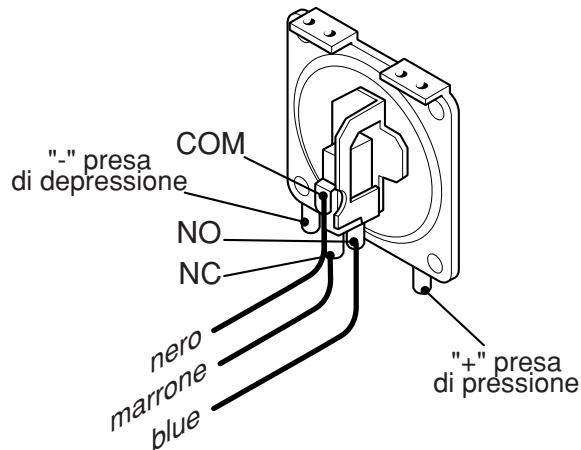

fig. 2
- 2) Scollegare le connessioni elettriche e controllare la resistenza tra i terminali del pressostato fumi (fig.2).